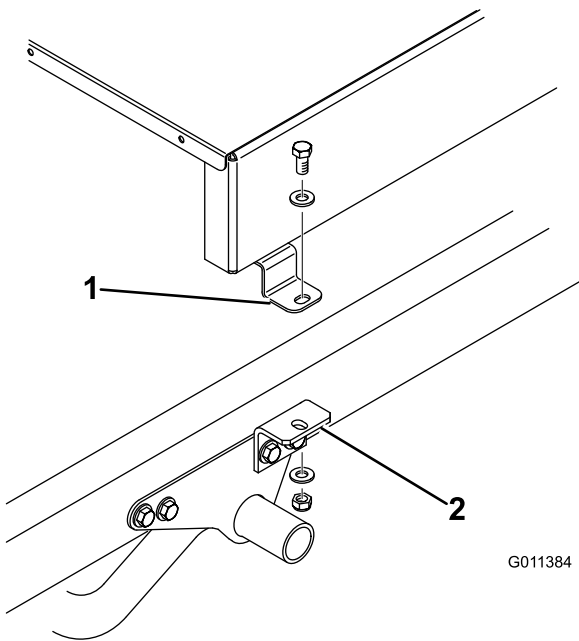
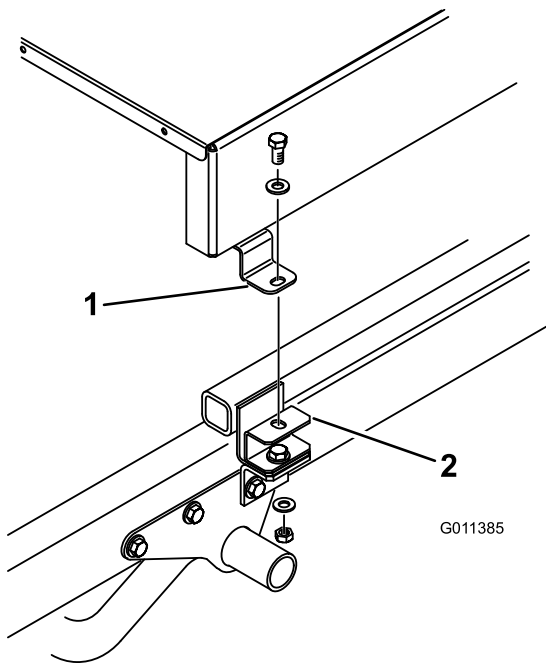

图9
图10
7. 用 1/2 x 1 英寸平头螺丝、2 个扁平垫圈和锁紧螺母将各个附件支架的顶部图9或垫片安装架图10松松地固定到铺沙机各侧的安装凸耳上。拧紧所有紧固件。